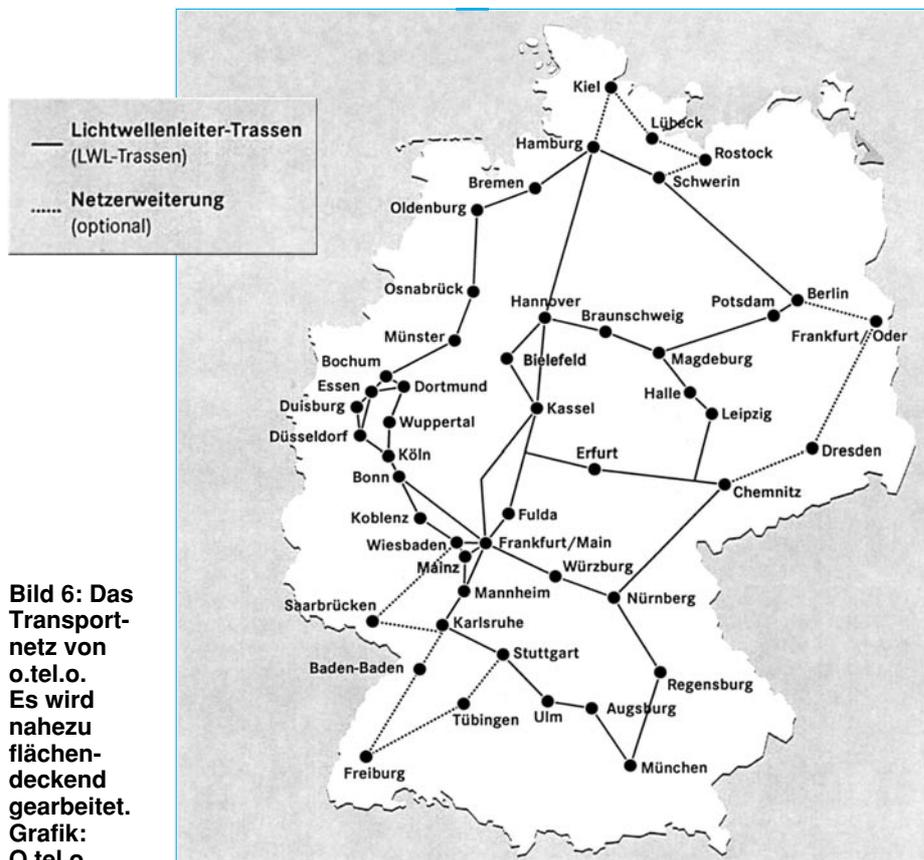

Bild 6: Das Transportnetz von o.tel.o. Es wird nahezu flächendeckend gearbeitet. Grafik: O.tel.o
O.tel.o geht aus der erst 1997 geschlossenen Ehe zwischen den Stromriesen RWE und VEBA hervor. Sein Transportnetz basiert auf ca. 11.000 km Glasfaserkabel (Abbildung 6) der verschiedensten Kooperationspartner wie RWE, Preussen Elektra, Wintershall Gas und Ruhrgas. Selbstbewußt präsentiert der Vorsitzende der Geschäftsführung, Ulf Bohle, sein Netz: „Wir brauchen ein eigenes Netz, um weitgehend unabhängig von anderen Netzbetreibern zu sein. Nur so können wir selbst gegenüber unseren Kunden für Qualität, Sicherheit und faire Preise einstehen.“